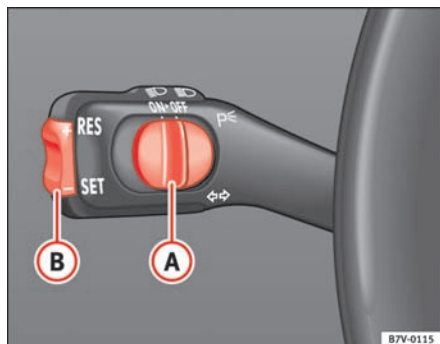
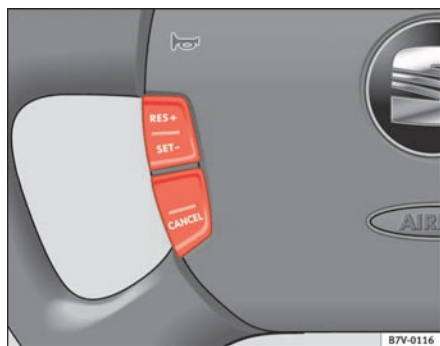

Fig. 133 Blink- og fjernlysarm: kontakt (A) og vippeknop (B) til fartpilot
Fig. 134 Multifunktionsrat: betjeningselementer til fartpilot
- Skub kontakten (A) ⇒ fig. 133 mod venstre til position **ON**. Når fartpiloten er aktiveret, lyser symbolet  i kombiinstrumentet.
- Skub kontakten (A) ⇒ fig. 133 mod højre til position **OFF**, eller tryk en gang på knappen ⇒ fig. 134 **CANCEL**.
- Tryk et kort øjeblik på den nederste del af vippeknappen, når den hastighed, der skal gemmes, er nået. Tryk på **SET** (B) ⇒ fig. 133, eller tryk en gang på knappen ⇒ fig. 134 **SET-**. Hastigheden bliver gemt og holdt konstant.
- Tryk på den øverste del af vippeknappen **RES+** ⇒ fig. 133 (B) eller på knappen **RES+** ⇒ fig. 134 for at øge hastigheden.
- Tryk på den nederste del af vippeknappen **SET-** ⇒ fig. 133 (B) eller på knappen **SET-** ⇒ fig. 134 for at sætte hastigheden ned. Hastigheden falder, når bilen ikke accelerer længere – ikke på grund af hård opbremsning.
- skub kontakten  ⇒ side 171, fig. 133 mod OFF, eller
⇒ side 171, fig. 133 eller på knappen ⇒ side 171, fig. 134.